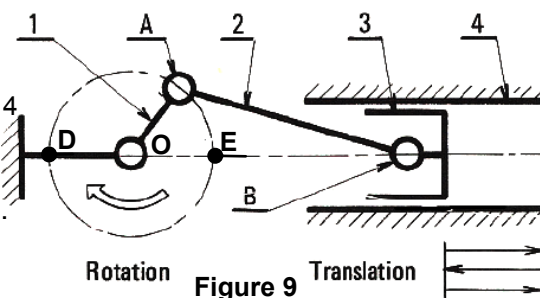

Figure 9
4.2- Constitution : (Figure 9)
• Déterminer graphiquement (sur la fig.9) la vitesse linéaire au point B, si $N_A = 1500$ tr/min et $OA = 40$ mm, par équiprojectivité avec l'échelle de vitesse $1\text{cm} \rightarrow \pi/2$ m/s